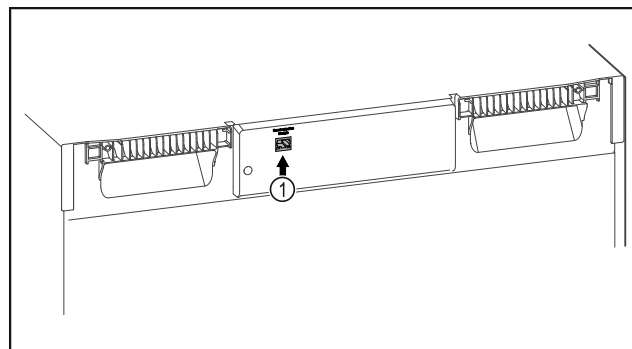

Fig. 142
- SmartModule Fig. 142 (1) är insatt.